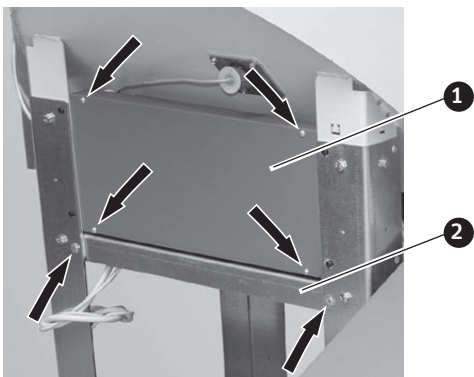
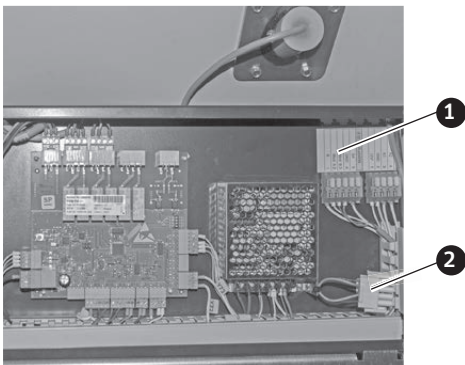
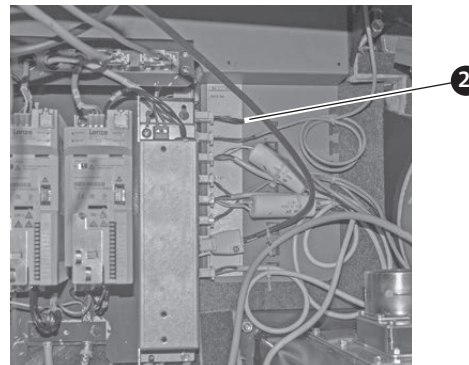

Fig. 253 Abdeckung vom Schaltfeld 2 und Querstrebe entfernen
Fig. 255 Stecker mit Brücke herausnehmen
Fig. 256 Stecker mit Brücke bei SRAS 230V anstecken
- ▶ Abdeckung des Schaltfeld 2 am Vorratsbehälter abschrauben (Fig. 253), Stecker mit Brücke herausnehmen (Fig. 255) und bei Anschlusskonsole am Kessel bei SRAS 230V anstecken – Fig. 256.
- ▶ Schaltfeld 2 nach oben klappen, dazu vorher die Querstrebe mit den 2 Schrauben unter dem Schaltfeld 2 entfernen – Fig. 253.